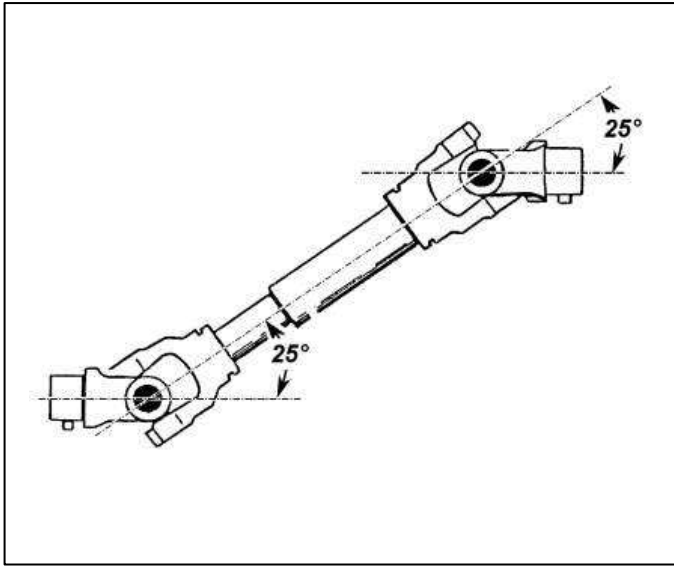
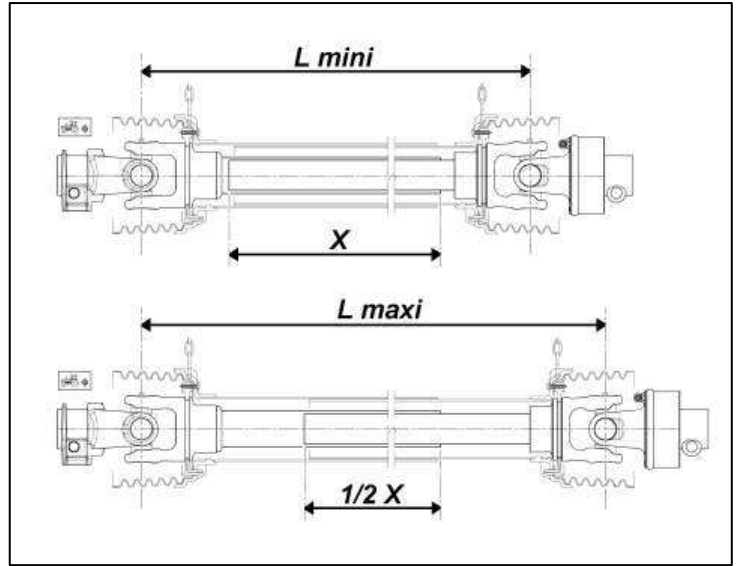
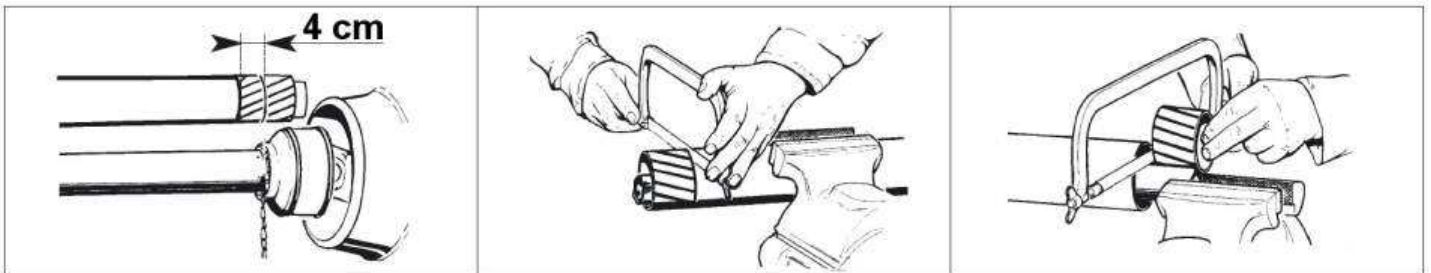

Fig. 1
Fig. 2
Fig. 3
- Adjust the lower stop position of the furrower (D, fig. 2) so that the main arm is 720 mm from the ground (fig. 1).
3. Die Verbindungsbügel oder Schrauben lösen (A, B, C, Abb. 1)
- Den unteren Anschlag des Spuranzeigers (D, Abb. 2) so einstellen, dass sich der Hauptarm 720 mm über dem Boden befindet (Abb. 1).
Wenn der Spuranzeiger am Boden gegen ein Hindernis trifft, bricht der Scherbolzen. Dadurch werden Schäden am Spuranzeiger vermieden (Abb. 3).
Ein weiterer Scherbolzen wird als Ersatz geliefert (Abb. 3).
3. Draai de borgbeugels of schroeven los (A, B, C fig. 1).
- Regel de lage aanslag van de vorenpakker (D, fig. 2) zo dat de belangrijkste arm op 720 mm van de bodem is (fig. 1).
Wanneer de vorenpakker op een hindernis op de bodem stuit, zal de breekbout breken, waardoor schade aan de vorenpakker wordt voorkomen (fig. 3).
Er is een andere breekbout bijgeleverd ter vervanging (fig. 3).
Au travail, respecter un angle de transmission maximal de 25° (fig. 1).
Pour la longueur maximale (fig. 2), le recouvrement mini doit être égal à la moitié de la valeur d'emboîtement totale X.
Pour la longueur minimale (fig. 2), respectez une cote de 4 cm à chaque bout (fig. 3).
When in operation, observe a maximum transmission angle of 25° (fig. 1).
For the maximum length (fig. 2), the min. overlap must be equal to half of the value of total interlocking X.
For the minimum length (fig. 2), observe a dimension of 4 cm at each end (fig. 3).